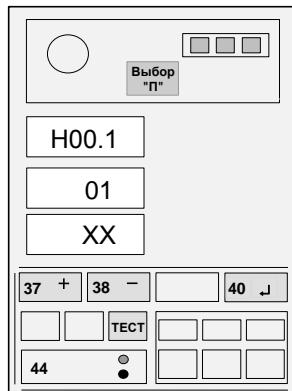

Рисунок 10
Кнопкой 44 установить на верхнем ИЖЦ код "H00.1" (см. рисунок 10). При этом на средний ИЖЦ выдается код типа крана в соответствии с таблицей 2.
4.5.4 Нажимая кнопку ВЫБОР "П" (36), установить (см. рисунок 10) на верхнем ИЖЦ код "H02" (индикация вылета стрелы).